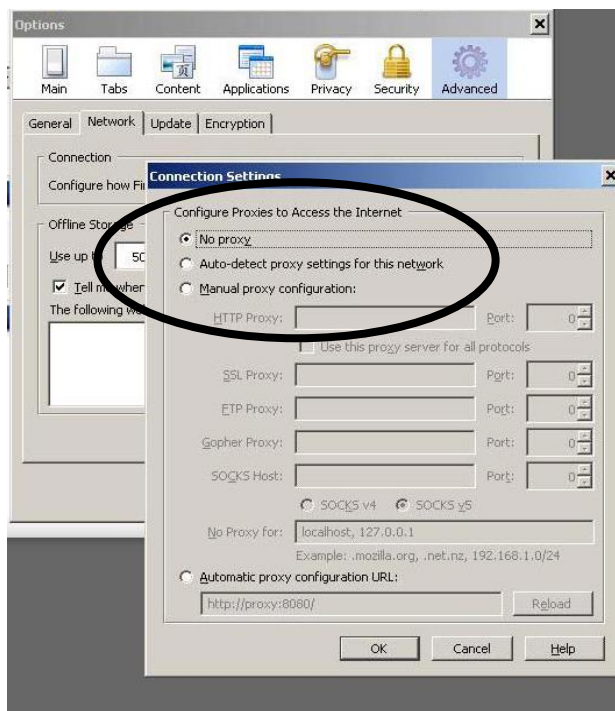

Рис. 38. Выключить установку прокси-сервера (Firefox только)
2. *Относится к Firefox только:* Чтобы работать в ProMix 2KS/3KS сети с Firefox, Вы должны выключить установку прокси-сервера на вашем браузере. В вашем Firefox браузере идите в Инструментальные средства > Опции > Продвинутые > вкладка Сеть > Параметры настройки подключения. Кликните "Нет прокси-сервера", см. Рис. 38.